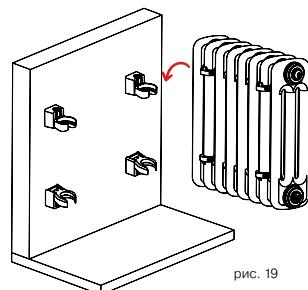

рис. 19
- 6 Установите радиатор верхними обжимными кольцами в верхние вилки кронштейнов рис. 19. Проверьте горизонтальное положение радиатора с помощью уровня. В случае необходимости отрегулируйте положение радиатора. Проверьте распределение нагрузки на верхние кронштейны.